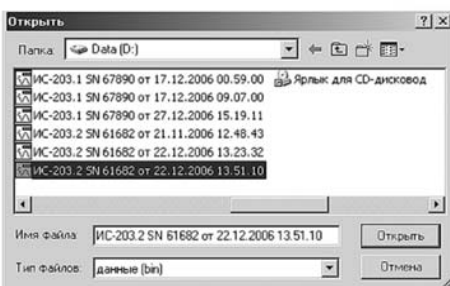

Рис.11
8.2 В окне располагаются 2 кнопки. Кнопка "Открыть файл", открывает файл с расширением *.bin и строит график на основе данных файла. При нажатии на нее появляется диалоговое окно (рис.11), в котором пользователь выбирает необходимый ему файл для просмотра, нажимает на "Открыть", после чего и осуществляется построение графика.